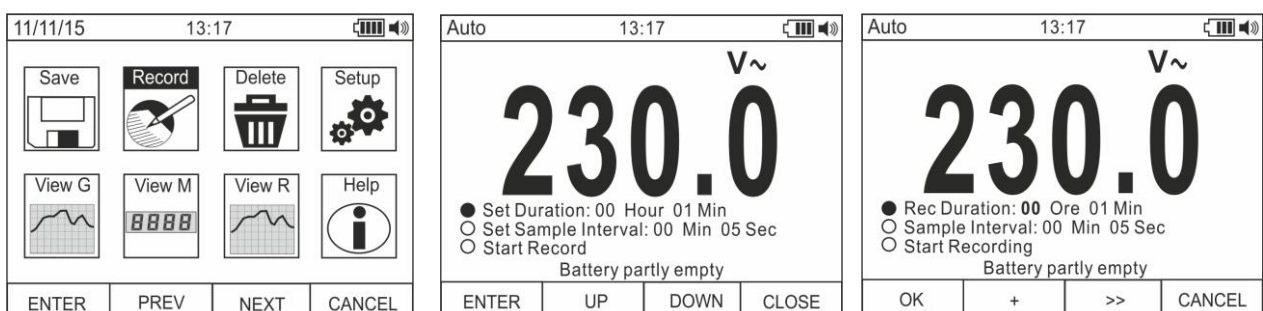

Fig. 10: Configuração da gravação de dados
3. Usar os botões **F2** ou **F3** para seleccionar o ícone “Gravar (Registra)” e premir o botão **F1** (ver Fig. 10 – parte esquerda).
6. Premir o botão **F1 (OK)** para confirmar as configurações ou o botão **F4 (ANULAR)** para voltar à edição (ver Fig. 10 – parte direita).